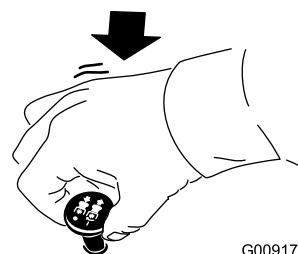

Figura 20
1. Disinserite le lame spostando il comando delle lame in posizione di SPEGNIMENTO (Figura 20).